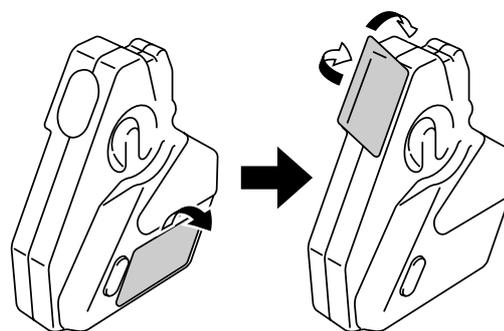

Fig. 5-12
3. Décollez la bande de fermeture adhésive sur le côté gauche de la poche de toner usagé. Fermez l'orifice de la poche avec l'adhésif. Voir la Figure 5-12 pour déterminer le positionnement de l'adhésif. Au moment de mettre la poche de toner usagé au rebut, placez-la dans le sac plastique fourni dans le carton d'emballage de la nouvelle poche de toner usagé. Veuillez mettre la poche de toner usagé au rebut en suivant la réglementation locale en vigueur.